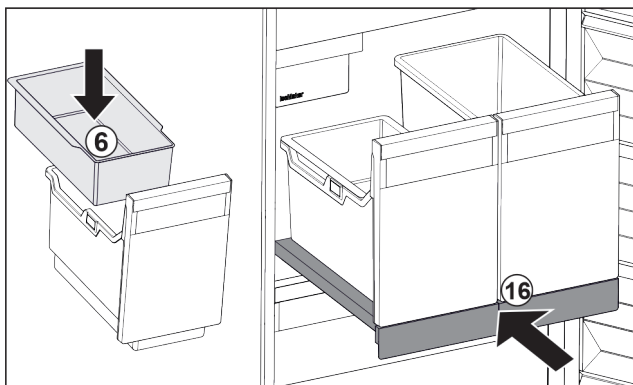

Fig. 87
- ▶ Sæt holderen i døren Fig. 87 (6) til isterninger i.
- ▶ Skub udtrækshylden med beholderne (IceTower) ind. Fig. 87 (16)